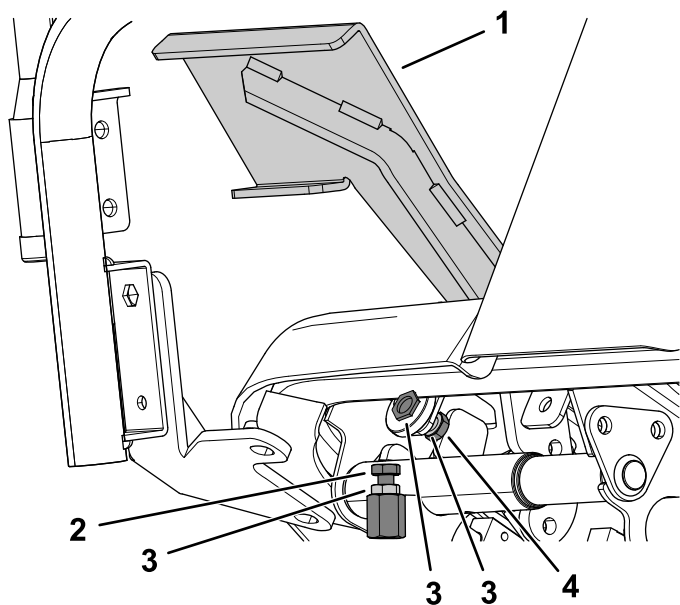

Bild 96
1. Drücken Sie das Fahrpedal ganz durch (Bild 96).
Fahrpedalanschlag das Fahrpedal berührt (Bild 96).
- A. Halten Sie den Vorwärts-Fahrpedalanschlag mit einem Schraubenschlüssel fest und lösen Sie die Klemmmutter an der Rückseite der Halterung (Bild 96).
- B. Stellen Sie das Fahrpedal in die gewünschte Stellung (Bild 96).